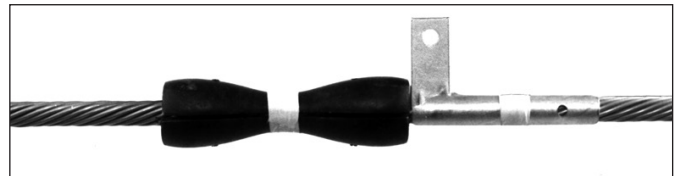

FIGURA 5
3.01 Alinhe as marcas centrais dos coxins com a linha de centro das varetas de proteção aplicadas. Certifique-se de posicionar os coxins de modo que o plano das faces de junção fique paralelo ao solo. Prenda no lugar usando uma fita adesiva fina (Figura 5).
3.02 Posicione o Conector de Aterramento fazendo com que a parte curta (plana) do mesmo fique levemente encostada nos coxins. Prenda no lugar com um pedaço de fita adesiva fina (Figura 5). O Conector de Aterramento pode ser instalado em qualquer posição ao redor do cabo; procure a posição mais conveniente para o aterramento.